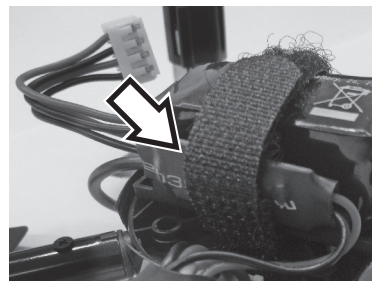
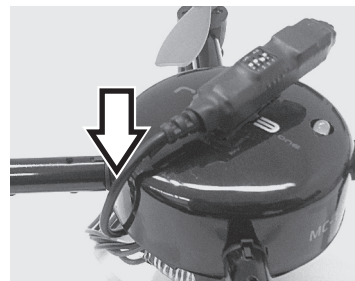

Abb. 1
Abb. 2
3. Stecken Sie den männlichen Steckverbinder (3) der Kamera auf die weibliche Eingangsbuchse des "RC EYE One S".
4. Legen Sie die Batterie wie üblich ein. Sichern Sie die Batterie einschl. Netzteilplatine (2) und Kamerakabel mit dem Klettverschlussband (siehe Abb. 1). **Achtung!** Es ist sehr wichtig, die Kabel so zu verlegen, dass sie sich nicht verfangen und in die sich bewegenden Rotoren geraten können. Bitte stellen Sie zu diesem Zeitpunkt noch keine Stromversorgung her!
7. Kleben Sie das doppelseitige Klebeband an der Mittelachse entlang auf das Oberteil der Schutzkappe (die Kameralinse (7) befindet sich zwischen den beiden roten Propellern). Ziehen Sie die restliche Schutzfolie des doppelseitigen Klebebandes ab.
8. Befestigen Sie die Kamera am Band, wobei sich die Kameralinse (7) gegenüber der zwei roten Propeller befinden muss ("nach vorn gerichtet"). Die DIP-Schalter (5) müssen nach oben gerichtet sein, sodass Sie die Kanäle wählen können.
9. Führen Sie die Kabel an der Mitte der Schutzkappe entlang, damit es sich während der Bedienung des "RC EYE One S" nicht verfangen kann (siehe Abb. 2).